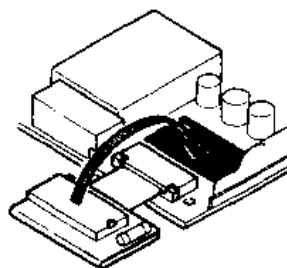

图 3-7
2. 如图 3-7 所示, 从粘在 CTN412 上的双面粘性胶带剥去保护纸, 并把 CTN412 贴粘在 P.C 板上。